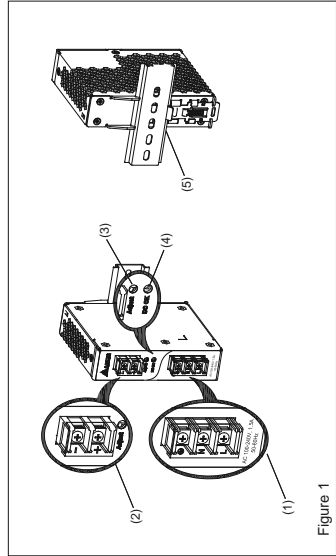

Figure 1
2. Gerätebeschreibung (Abb. 1)
5.1. Anschluss der Eingangsklemmen (Abb. 1, Abb. 5)
5.2. Anschluss der Ausgangsklemmen (Abb. 1 (2))
Verwenden Sie die Schraubklemmen „+“ und „-“, um den 12Vdc-Anschluss herzustellen. Am Ausgang stehen 12Vdc zur Verfügung. Die Ausgangsspannung kann am Potentiometer zwischen 11 und 14Vdc eingestellt werden. Die grüne LED „DC OK“ zeigt die korrekte Funktion des Ausgangs an (Abb. 1 (4)). Das Gerät verfügt über einen Kurzschluss-, Überlast- und Überspannungsschutz, der auf 17,6Vdc begrenzt ist.